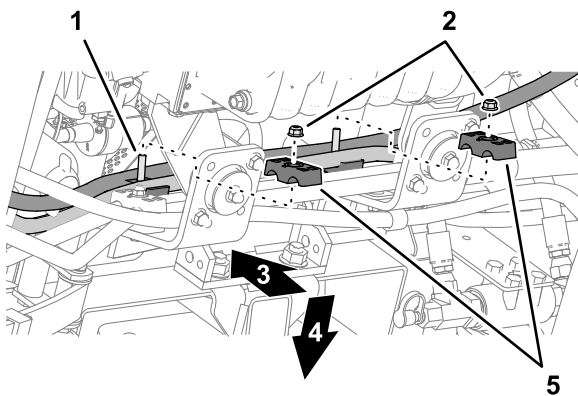

Figura 65
- Retire las 2 contratuerzas con arandela prensada ($\frac{5}{16}$ ") que sujetan las 2 mitades superiores de las abrazaderas, como se muestra en la **Figura 65**, y retire las mitades de las abrazaderas.